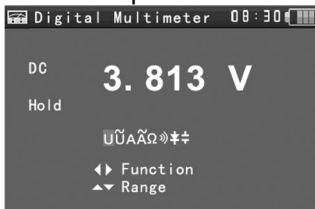

Рис.32
2. Для удержания значения на экране нажмите кнопку  (Рис.32).